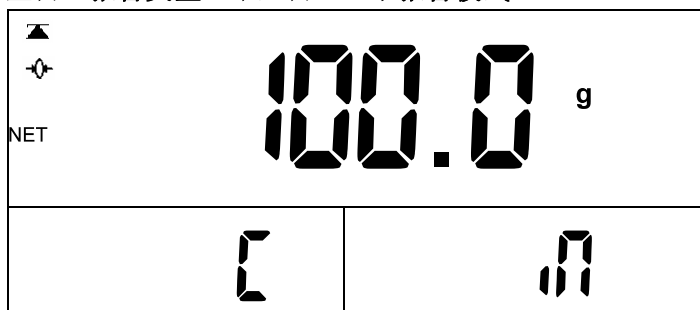

图 38
b. 按**扣重**键显示第二屏如图 38（数量窗口显示**存储皮重**、重量窗口**报警类型**、单重窗口显示**报警模式**）